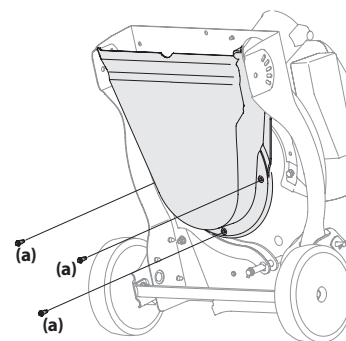

Figura 24
- Incline la unidad con cuidado y apóyela hacia arriba para obtener acceso por la parte inferior al material de montaje del pico y al motor. Retire los tres tornillos con reborde que aseguran el pico de plástico negro a la caja inferior. Vea la Figura 24.